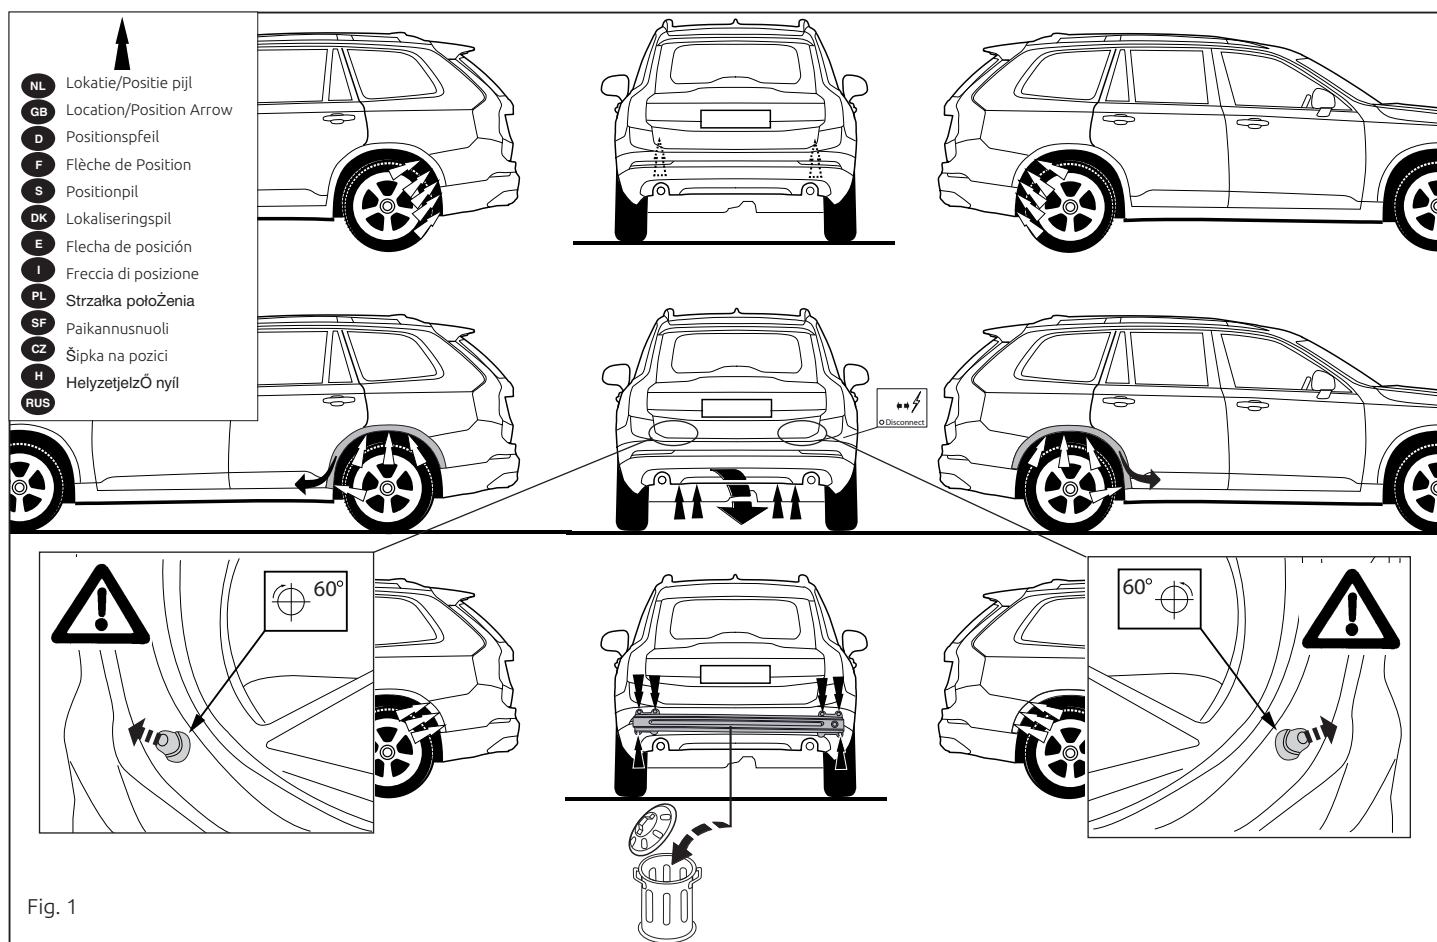

Fig. 1
1. Demonteer de bumper inclusief de stalen stootbalk van het voertuig. De stootbalk wordt niet meer gebruikt. (zie fig. 1, 1a)
1. Remove the bumper and the steel buffer beam from the vehicle. The buffer beam will no longer be needed. (see fig. 1, 1a).
1. Снять бампер вместе со стальным брусом автомобиль; брус должен быть установлен (см. рис. 1).
1. Die Stoßstange einschließlich des stählernen Stoßbalkens vom Fahrzeug abmontieren. Der Stoßbalken wird nicht mehr benötigt (siehe Abb. 1).
1. Déposer le pare-chocs du véhicule y compris la traverse en acier ; la traverse ne sera plus utilisée (voir la fig.1).
1. Demontera stötfångaren inklusive stötranden av stål från fordonet, stötranden förfaller (se fig. 1).